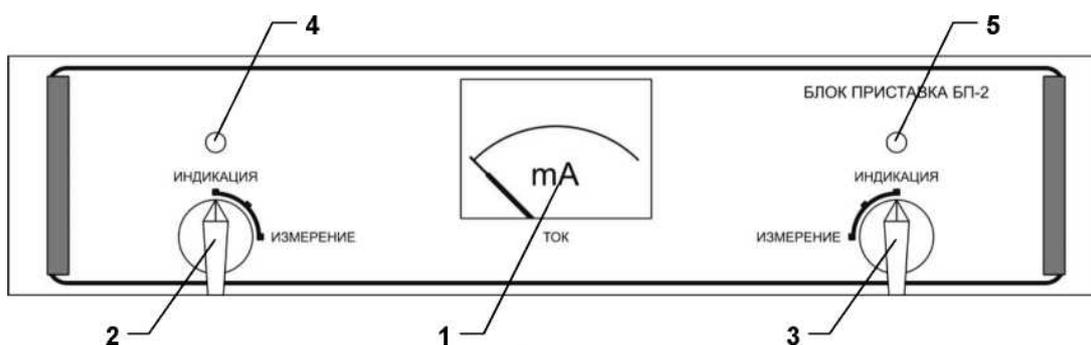

Рис.2
4.5. Испытуемые средства защиты помещаются в бак блока-приставки БП-2, в котором есть свой миллиамперметр и два безразрывных переключателя S1 и S2, каждый из которых может подключить испытуемое средство либо непосредственно к «земле», либо через миллиамперметр. При подключении непосредственно к «земле» ток утечки каждого испытуемого средства проходит через платы индикации, сигнальное устройство которых начинает светиться при значения тока 8-12mA. Внешний вид лицевой панели блока-приставки приведен на рис. 2.
! переключатели S1 и S2 на блоке-приставке - должны быть вдвинуты и установлены в положение «ИНДИКАЦИЯ» (рис.2).